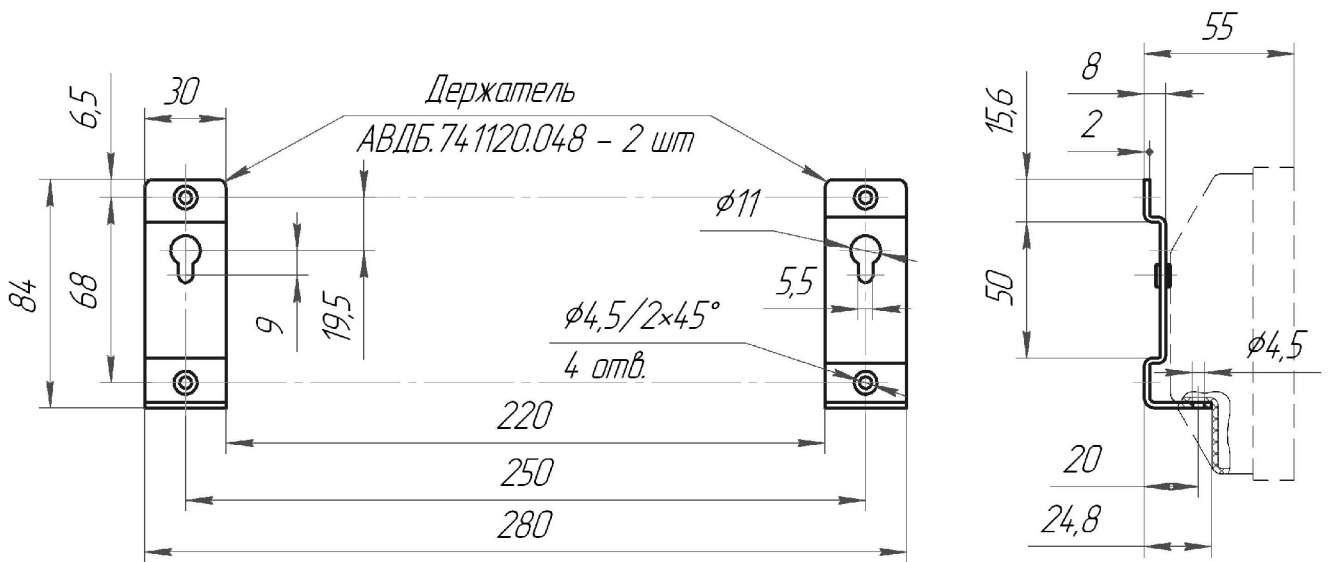

Рис.3 Монтажные размеры установки держателей
Держатели предварительно устанавливаются на вертикальную поверхность (см. рис.3) и фиксируются через группу отверстий Ø4.5/2x45°. При установке необходимо использовать крепежные элементы с потайной головкой.
- на штатное место в вагоне закрепить держатели, соблюдая монтажные размеры (см. рис.3) или кронштейн;